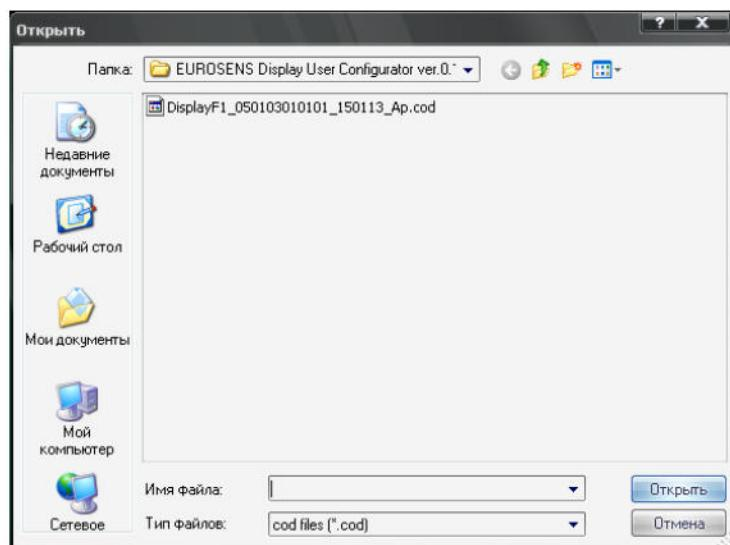

рис. 5.12. Выбор файла прошивки
- 3) нажать кнопку «Обновление встроенного ПО» и выбрать файл прошивки (рис. 5.12) для обновления (Delta\_... или Direct\_... соответственно типу счетчика);